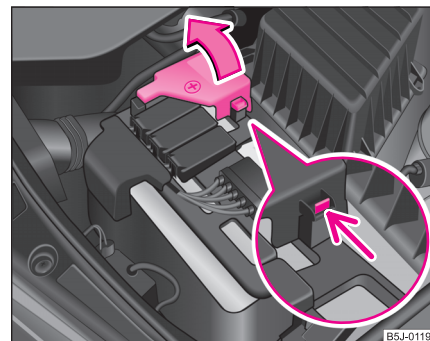

Fig. 180 Batería: Abrir la cubierta del polo positivo
– Levante la cubierta del polo positivo (+) ⇒ fig. 180.